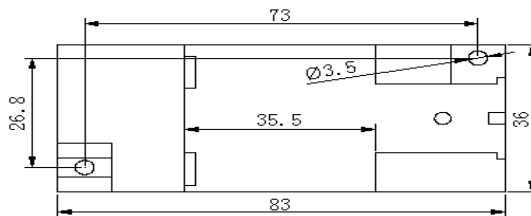

图 5 安装尺寸图
- ① 高精度大电流仪表校验仪输出直接接入, 如图 5, 记录仪表校验仪的显示数据;
- ② 使用普通高精度仪表校验仪作为信号源时, 采用安匝法输入。校验仪输出的小电流 (5A、10A 或更高), 输送到变送器的输入线圈中, 在校验仪输出端串接精密电